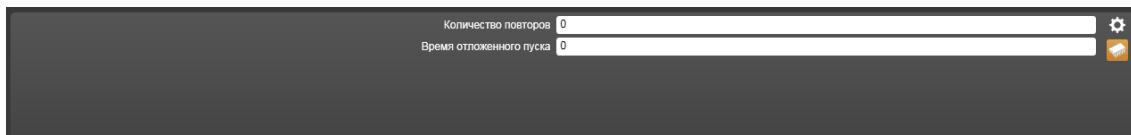

Рисунок 14.14.29 – Свойства Модуля речевого оповещения МРО-2
15) Модуль речевого оповещения МРО-2 (Рисунок 14.14.29).